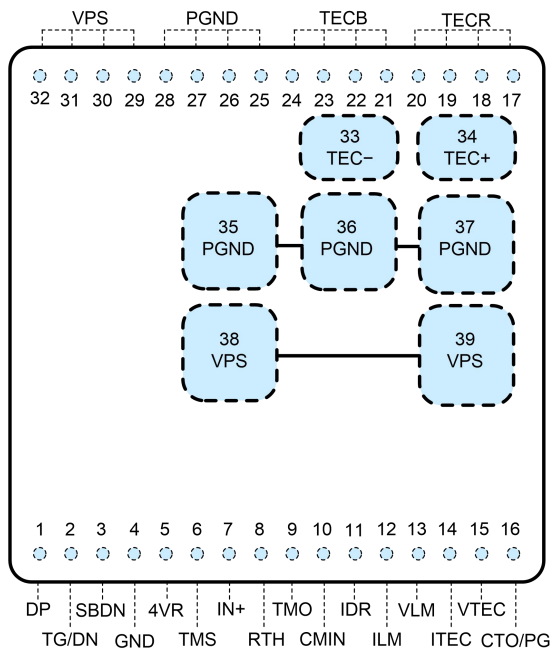

图 31.
A. TEC18V10AAIT在模块下方带有热垫。它们可以焊接到内部pcb层，作为散热片，如图图 31所示。